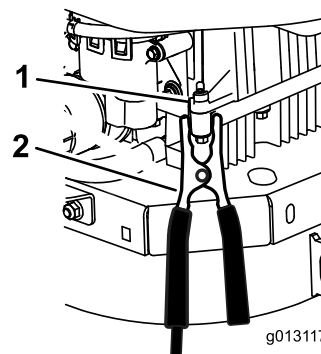

Figura 61
6. Eseguite il collegamento finale al blocco motore del veicolo bloccato (**NON** al polo negativo della batteria) lontano dalla batteria e spostate indietro (Figura 61).